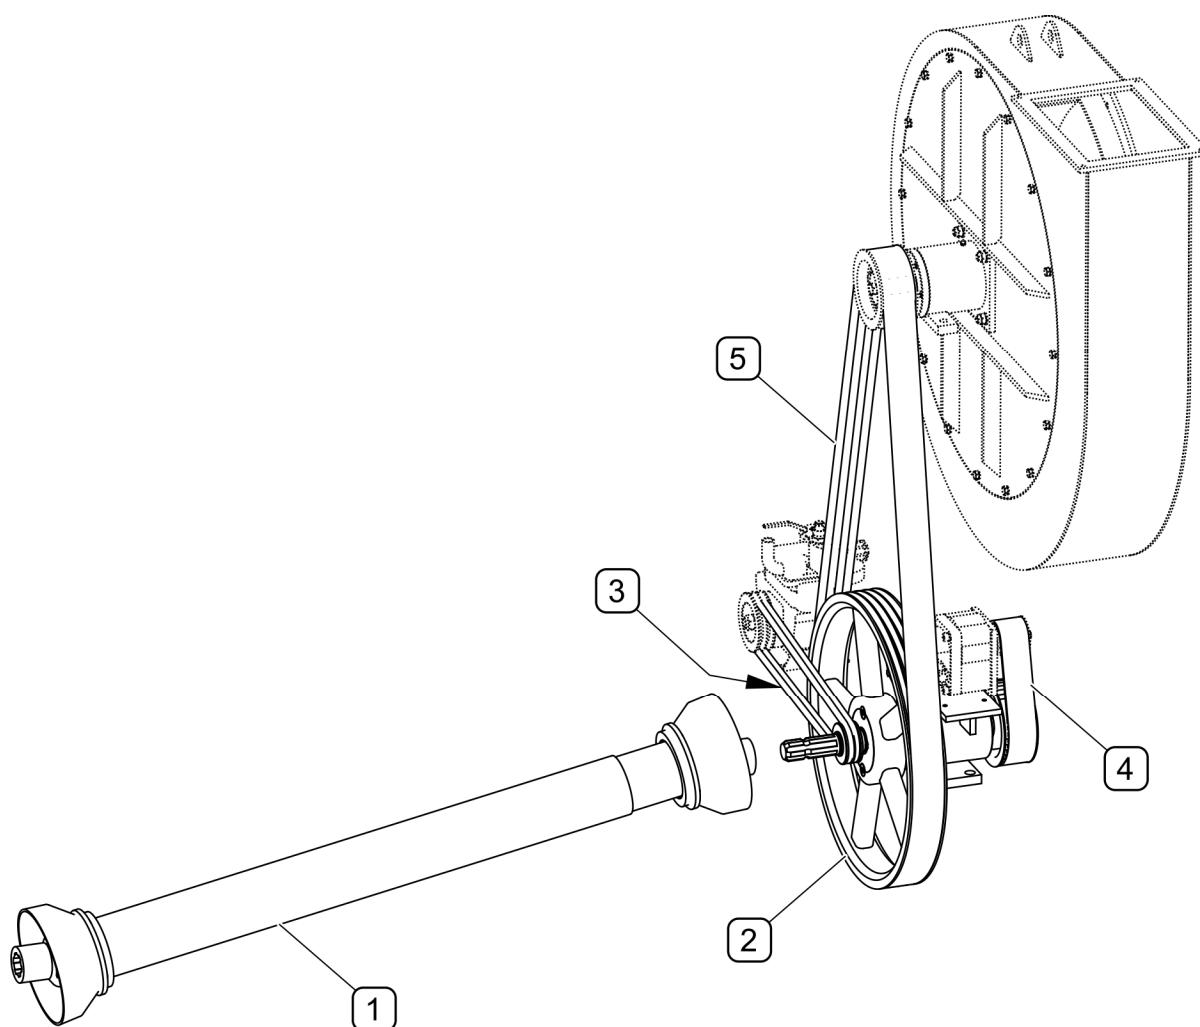

РИСУНОК 3.15 СИСТЕМА ПРИВОДУ
(1) - шарнірно-телескопічний вал; (2) - система відбору потужності; (3) - клинові паси приводу насоса для води; (4) - зубчастий пас приводу насоса для оливи; (5) - багатоклиновий пас приводу вентилятора
Під час роботи систему відбору потужності машини (РИСУНОК 3.15) за допомогою шарнірно-телескопічного вала (1) з'єднано з валом відбору потужності (ВВП) трактора.